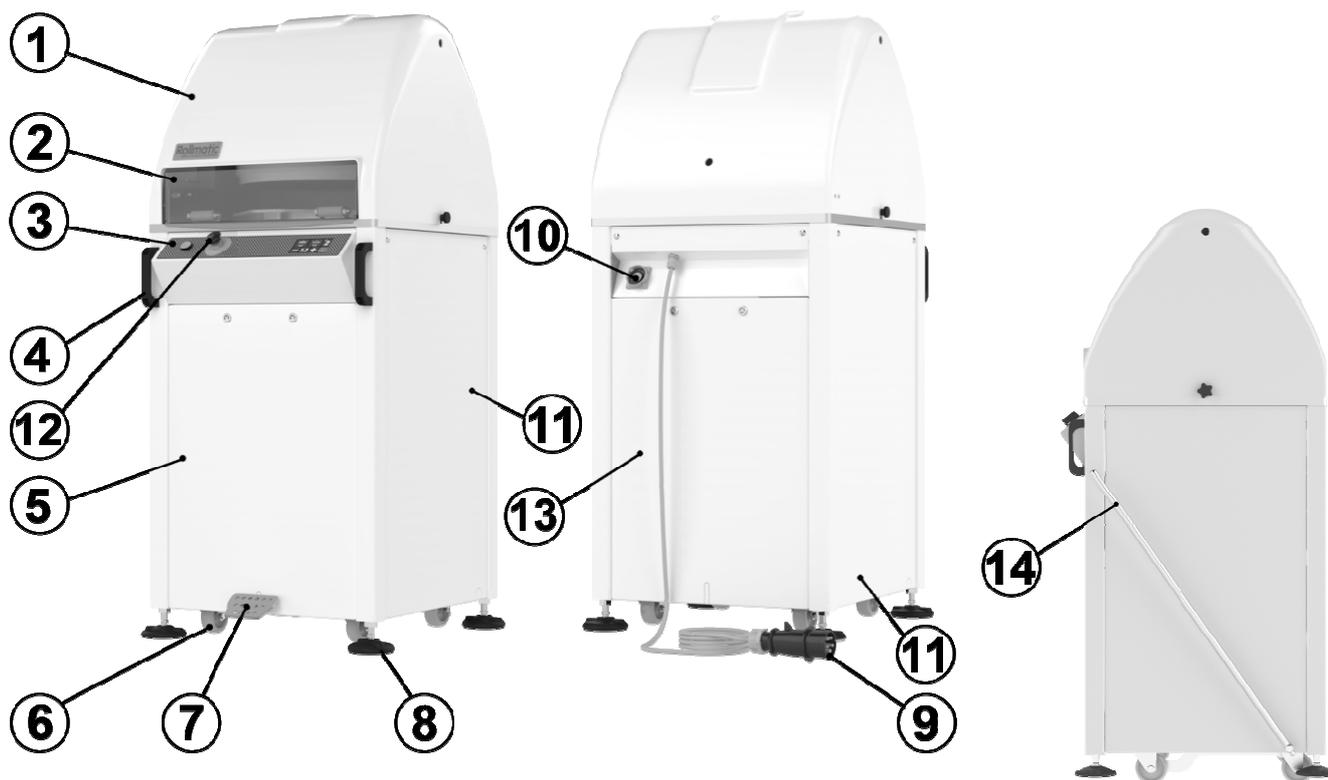

Рис. 1
Помимо несущей структуры, каждое оборудование состоит из (Рис. 1):
- Проверьте закрытие передней дверцы из. 2 (Рис. 1) и корректную установку верхнего картера из. 1 (Рис. 1).
- Установите общий выключатель из. 10 (Рис. 1) в позицию **I (ВКЛ)**